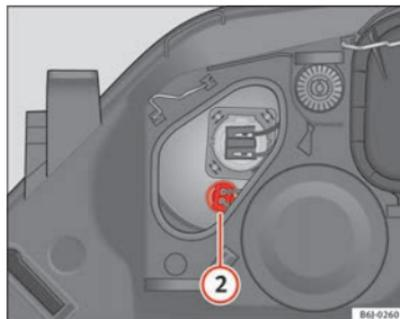

Fig. 158 Luz de posición
- Extraiga el conector ⇒ fig. 158 ② tirando hacia afuera.